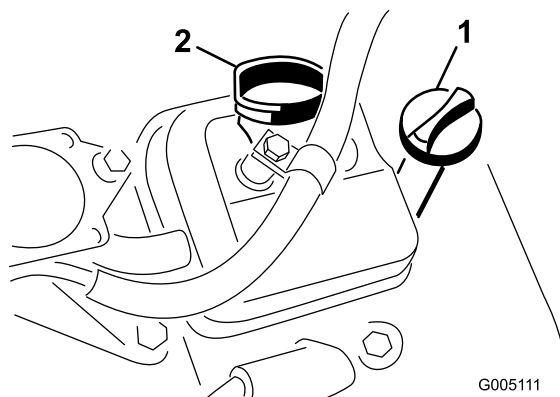

図 24
2. ディップスティックを抜き、ウェスで一度きれいに拭く。ディップスティックを、チューブの根元までもう一度しっかりと差し込む（図 24）。